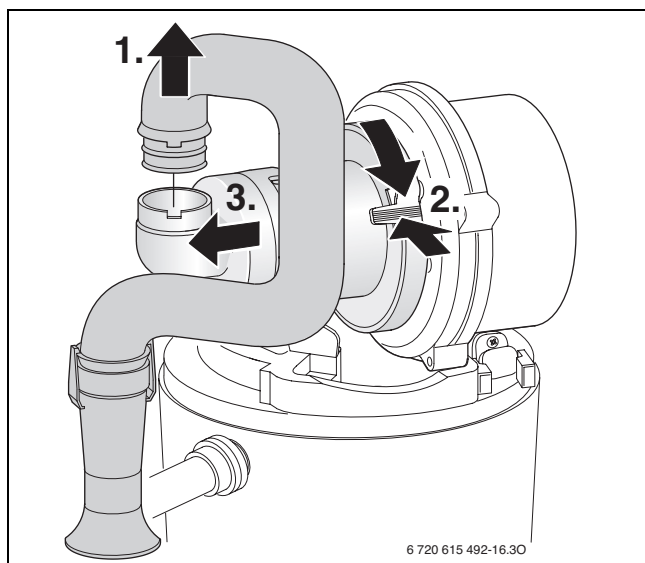

Fig. 46
- Smontare il dispositivo di miscelazione secondo la fig. 46.